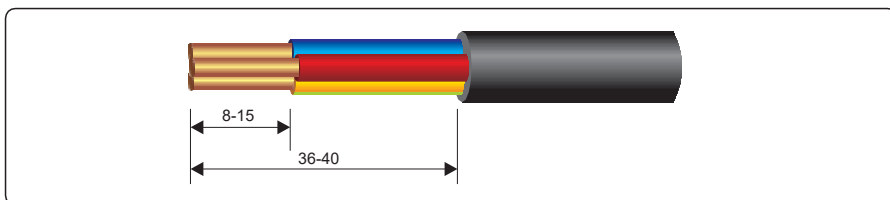

Figura 5.5 Segmento pelado (unidad: mm)
**Paso 1** Retire una longitud adecuada del recubrimiento y la capa de aislamiento del cable de salida de CA utilizando una herramienta, como se muestra en la figura 5.5.